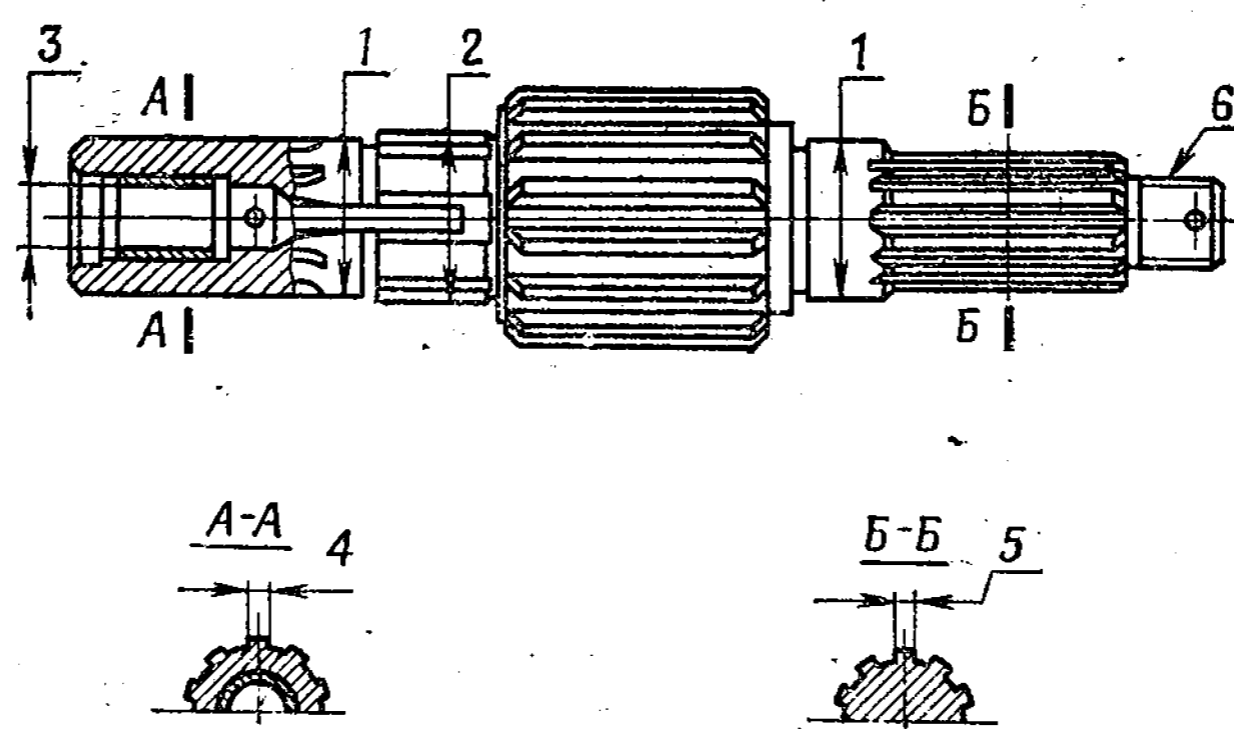

Рис. 113. Ведомый вал раздаточной коробки в сборе
3. Вал ведомый раздаточной коробки в сборе (рис. 113)